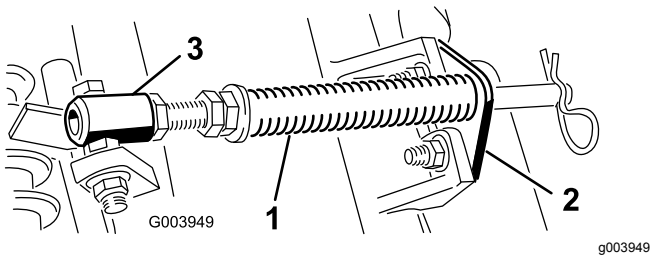

Figure 5
- A. Retirez les 2 boulons de carrosserie et les écrous qui fixent le support de tige aux pattes de l'unité de coupe (Figure 5).
- B. Retirez l'écrou à embase qui fixe le boulon du tube de ressort à la patte du bâti porteur (Figure 5). Déposez le tout.